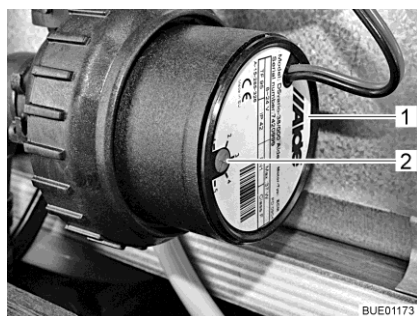

Bild 212 Vavtalsreducering
Med vridregulatorn (Bild 212,2) kan cirkulationspumpens varvtal ställas in. Vid lägre varvtal går pumpen tystare.
Vridregulatorn sitter på cirkulationspumpen (Bild 212,1).
- Ställa in effekten: ■ Vrid vridregulatorn (Bild 212,2) moturs. Effekten reduceras.